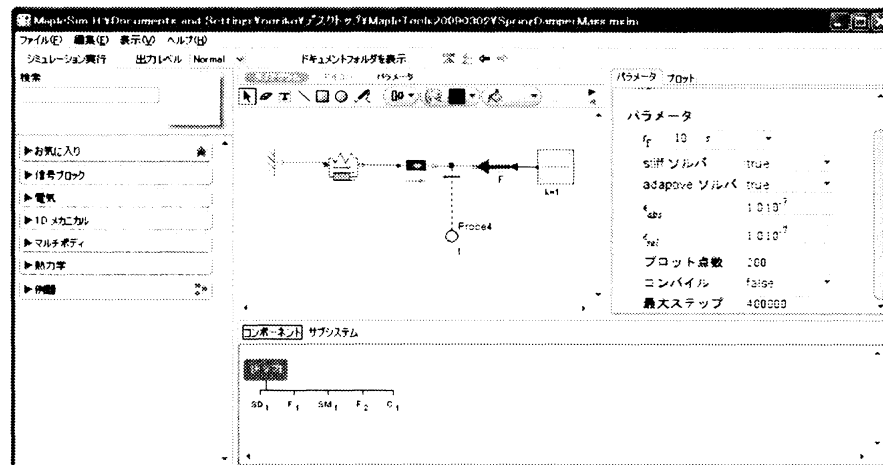

図 6: MapleSim
1. MapleSim で物理モデルを作成する (図 6)。